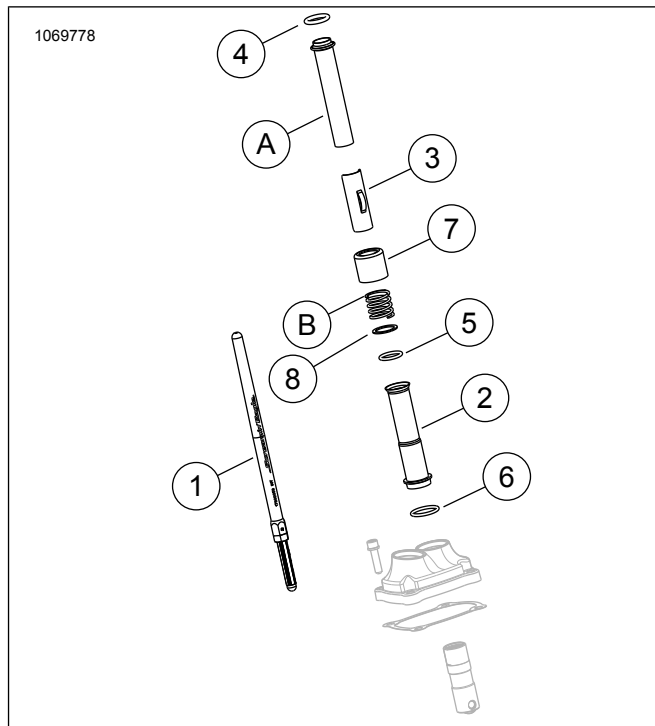
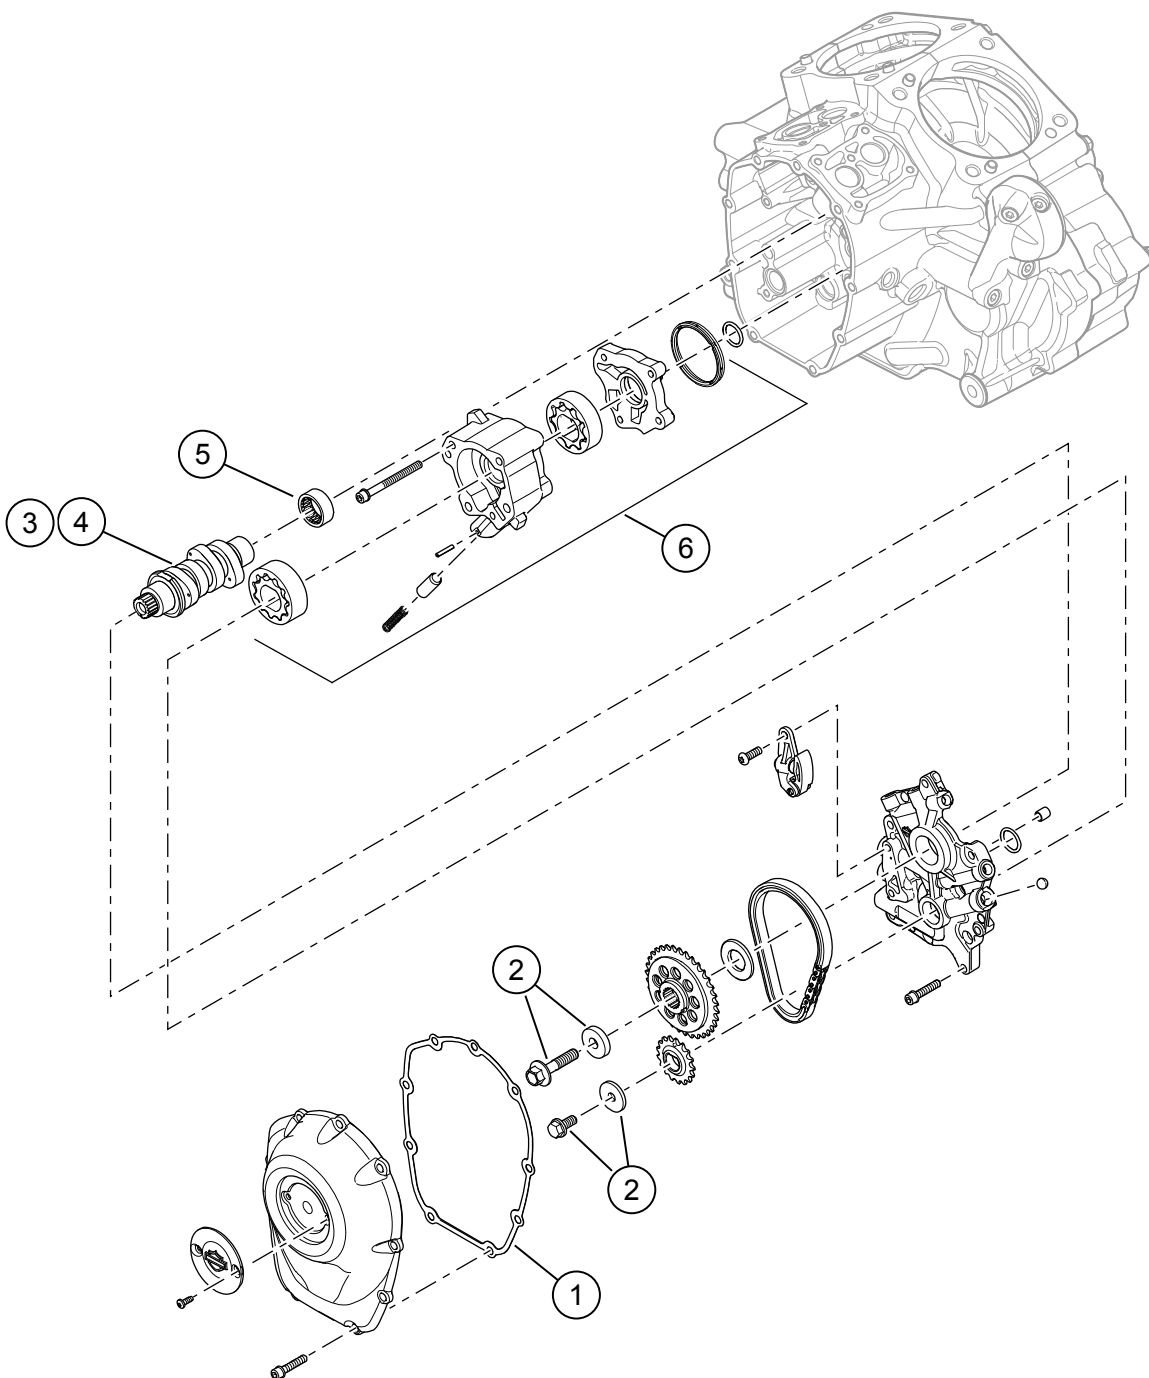

Figura 3. Parti di ricambio
Figura 4. Parti di ricambio: Kit Screamin' Eagle Milwaukee-Eight Stage 2
Vedere da Figura 3 a Figura 4, e da Tabella 2 a Tabella 3.
1. Figura 4 Installare la pompa dell'olio. Consultare la sezione MOTORE del manuale di manutenzione.